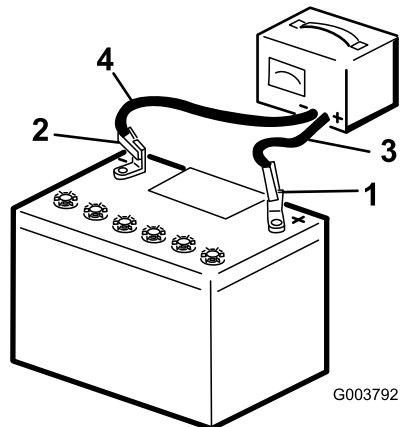

Figure 30
- Chargez la batterie pendant 10 à 15 minutes entre 25 et 30 A, ou pendant 30 minutes entre 4 et 6 A (Figure 30).
- Quand la batterie est chargée au maximum, débranchez le chargeur de la prise, puis débranchez les fils du chargeur des bornes de la batterie (Figure 30).